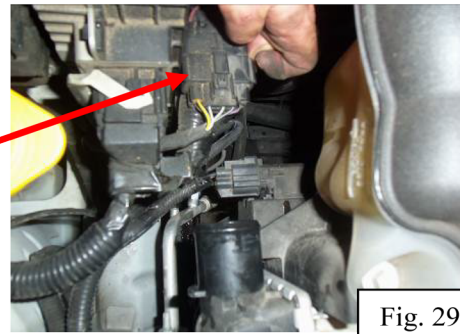

Fig. 29
26. Plug the cooling fan wiring harness into the fan (Fig. 29).